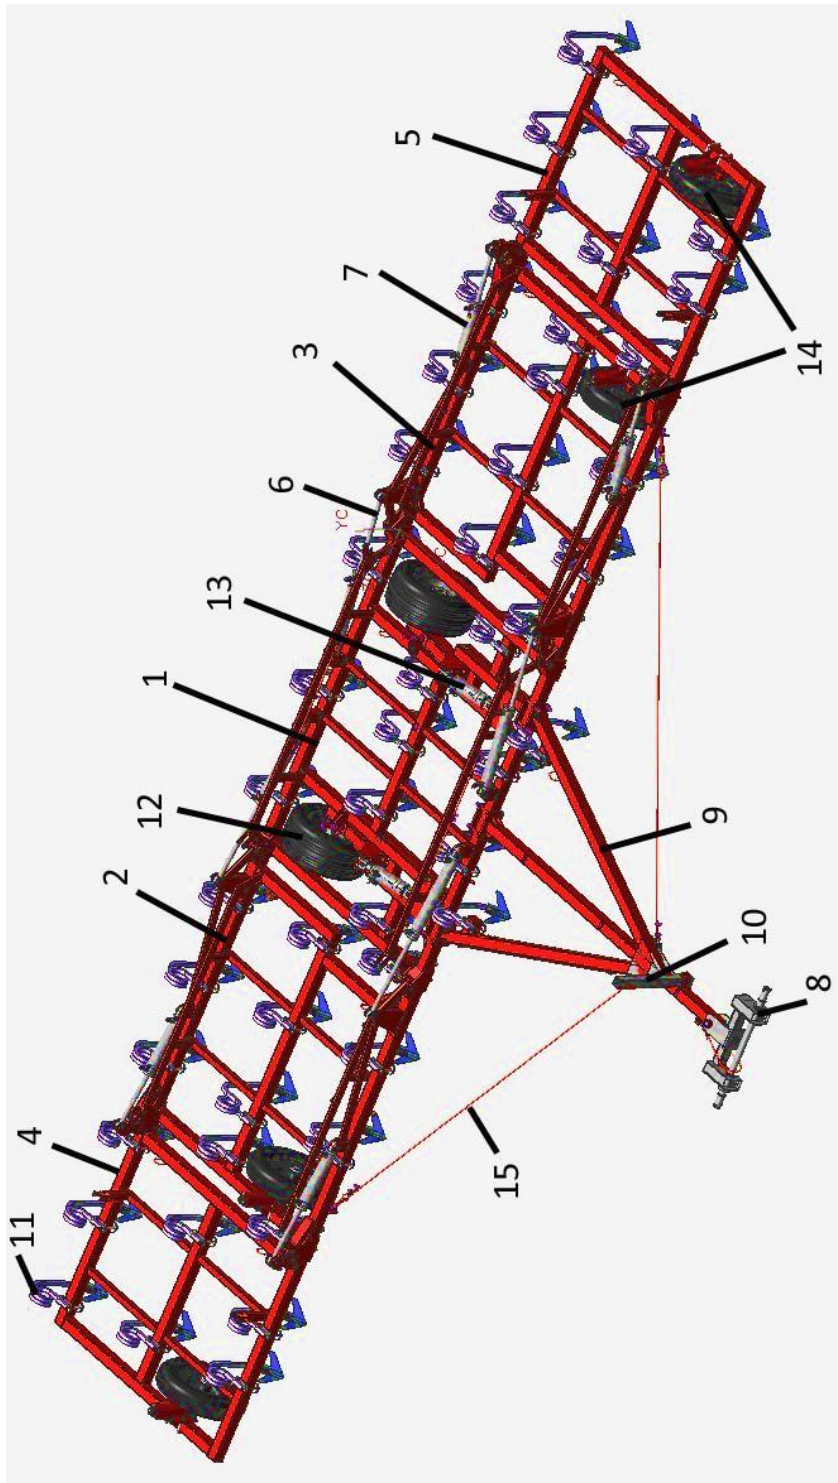
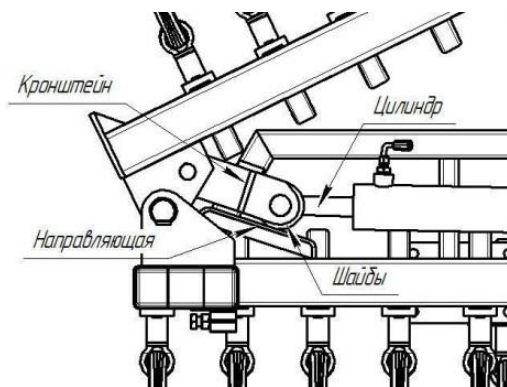

Рисунок 1 – Общий вид агрегата в рабочем положении
Рисунок 9
3.1 Агрегат АКЧ-10/12 представляет собой прицепную машину, состоящую (рисунок 1) из центральной секции 1, прицепного устройства 9, двух крыльев 2 и 3, правого и левого открылков 4 и 5, опорных колёс 12, копирующих колёс 14, и гидросистемы.
4.4 Перевод в рабочее положение (см. рис. 1 и рис.9):
**!При переводе агрегатов из транспортного положения в рабочее, для плавного открытия крыла (открылка), убедитесь в том, что шайбы кронштейна лежат на наклонной поверхности направляющей (см. рис.9)!**